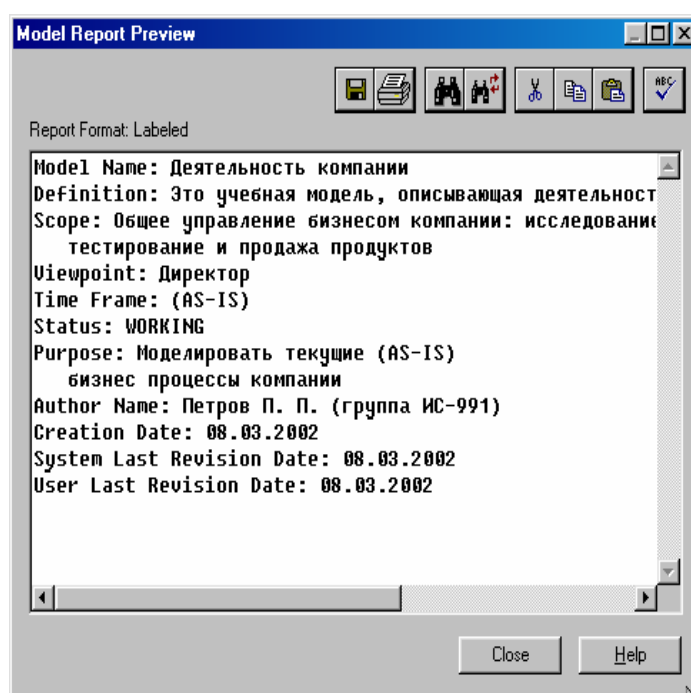

Рисунок 9.2 – Предварительный просмотр отчета *Model Report*
4. Выберите форму представления отчета (**Preview, Print, Report**) (рисунок 9.2).